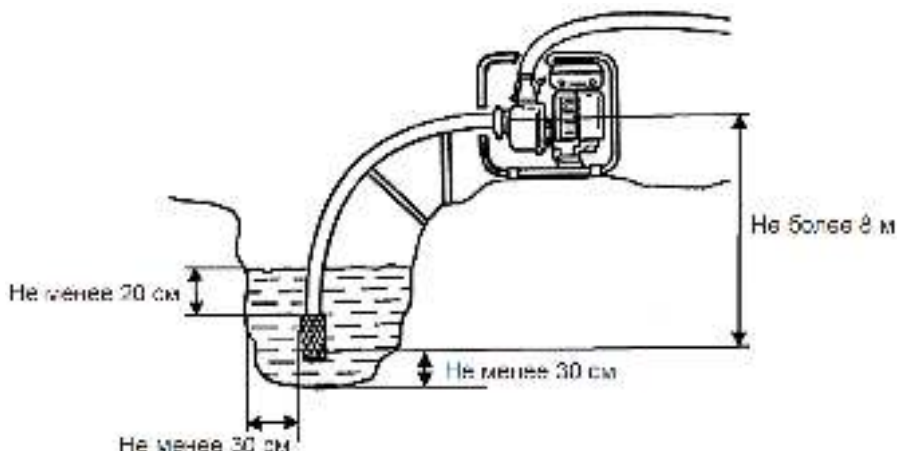

Рис.9 Расположение мотопомпы при эксплуатации
1. Установите мотопомпу вблизи водоема (емкости) на твердую ровную горизонтальную поверхность, опустите фильтр всасывающего рукава в водоем (емкость), обеспечив вертикальное положение фильтра. При установке фильтра соблюдайте все необходимые расстояния, как показано на Рис. 9.
дежной работы всасывающей магистрали рекомендуется утяжелить конец всасывающего рукава в районе фильтра дополнительным грузом и в процессе работы (особенно при запуске помпы) периодически проверять, чтобы всасывающий рукав с фильтром находился в вертикальном положении (Рис.9).